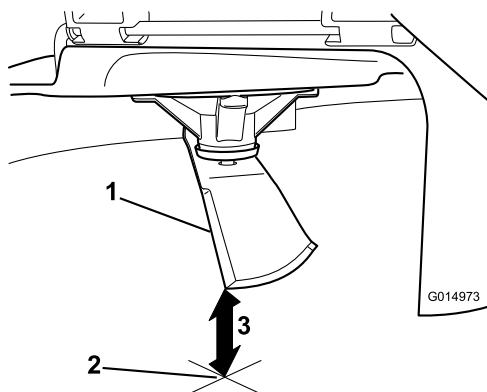

Figura 91
3. Mida desde la punta de la cuchilla hasta la superficie plana (Figura 91).